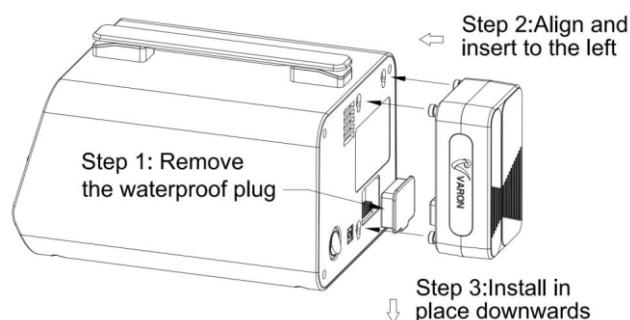
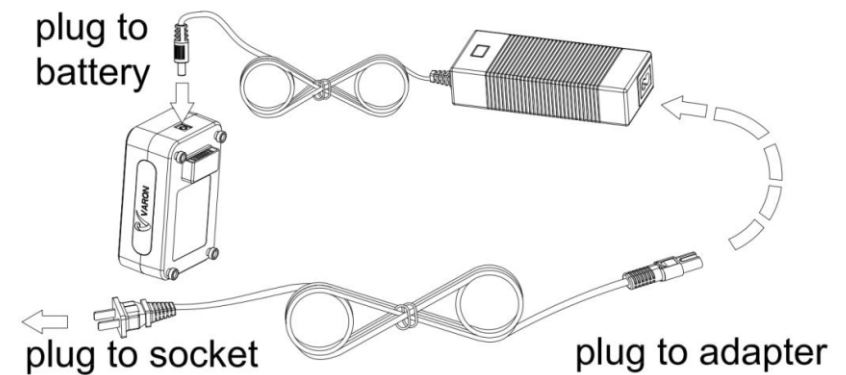

Figure 4 - Schéma d'Installation de la Batterie
Figure 7 - Schéma de Chargement Séparé de la Batterie
- Comme le montre la figure 7, connectez l'adaptateur secteur pour charger la batterie;
- Reportez-vous à la méthode d'installation de la batterie dans la figure 4, effectuez l'opération inverse pour retirer la batterie. Ensuite, connectez l'adaptateur secteur en suivant les instructions de la figure 7 pour charger la batterie. Le voyant d'alimentation de l'adaptateur secteur s'allumera en rouge, indiquant que la batterie est en charge. S'il devient vert, cela signifie que la batterie est complètement chargée.